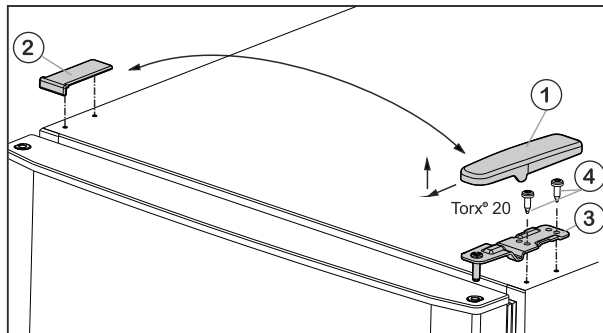

Fig. 6
- Retirer le cache Fig. 6 (1) par l'avant et le haut.
- Soulever le cache Fig. 6 (2).
- Dévisser le support de palier supérieur Fig. 6 (3) (2 fois Torx® 20) Fig. 6 (4) et le retirer par le haut.
- Placer le support de palier supérieur Fig. 6 (3) sur le nouveau côté de la charnière et dans la porte.
- Revisser le support de palier (**en appliquant un couple de 4 Nm**) (2 Torx® 20) Fig. 6 (4). Utiliser au besoin une visseuse sans fil.
- ▶ Replacer le cache Fig. 6 (1) du côté opposé par l'extérieur et l'enclencher.
- ▶ Replacer le cache Fig. 6 (2) du côté opposé par le haut et l'enclencher.